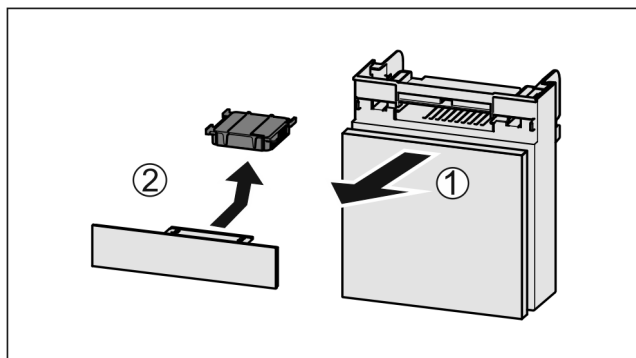

Fig. 94
- ▶ Predal izvlecite Fig. 94 (1) naprej.
- ▶ Odstranite Fig. 94 (2) aktivni ogljeni filter.